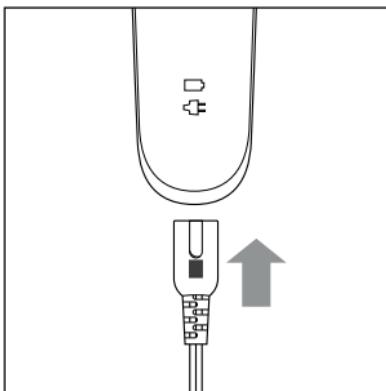

Fig. 1
- 2) Raccordez la fiche creuse 9 de l'adaptateur secteur 8 avec l'appareil (voir fig. 1).
- 2) Raccordez la fiche creuse ❾ de l'adaptateur secteur ❸ avec l'appareil (voir fig. 1).
- 3) Insérez la fiche secteur de l'adaptateur secteur ❸ dans une prise de courant aisément accessible (100 - 240 V ~, 50/60 Hz).
- 4) Allumez l'appareil en poussant l'interrupteur Marche/Arrêt I/O ❺ en position I.